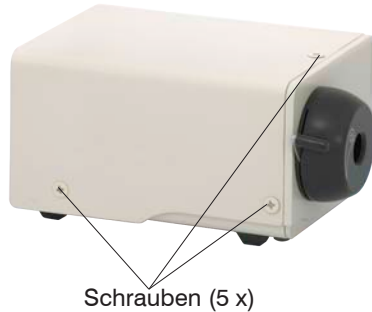

Abb. 9 Seitenansicht mit Verschraubungen
- ➡ Entfernen Sie die 5 Schrauben der Endolight FOT Xenon Lichtquelle mit einem 2 Kreuzschlitzschraubendreher, siehe Abb. 9.